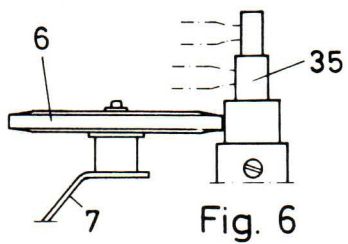

Fig. 6
### JUSTERING AV MELLANHJULETS (6) HORIZONTALLÄGE. FIG 6.